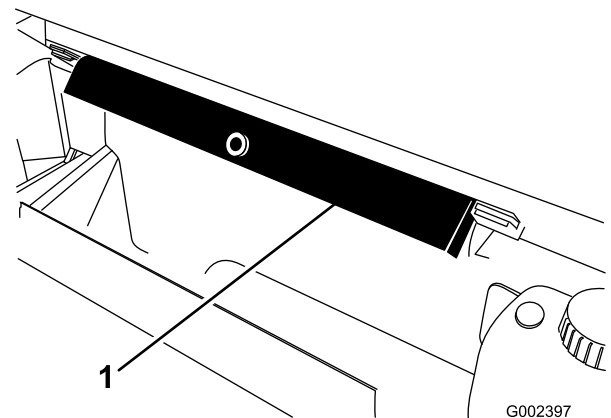

Figura 45
6. Retire o suporte da plataforma dos suportes existentes na parte de trás do painel do sistema ROPS (Figura 45).